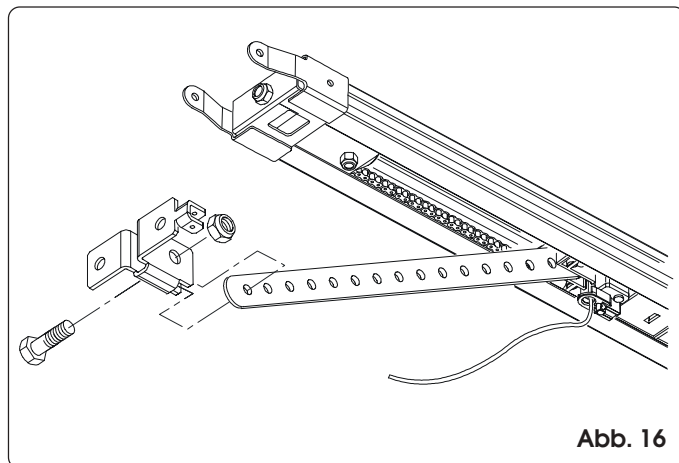

Abb. 16
- 1) Verbinden Sie den Anschluss mit der Stange des Laufwagens (Abb. 16).
Bei Einsatz der Außenentriegelung müssen Sie den Anschluss derart am Tor anbringen, dass die Schlaufe des Entriegelungskabels zur linken Torseite gerichtet ist (Abb. 16, 17).